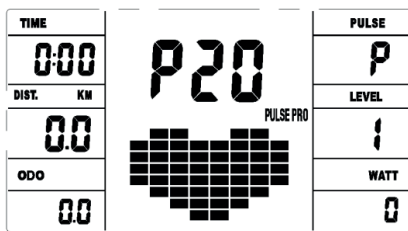

Bild 22
- Drücken Sie die Taste UP/DOWN, um die Zielherzfrequenz - TARGET H.R.C. (Bild 22) - auszuwählen. Drücken Sie ENTER, um zu bestätigen.